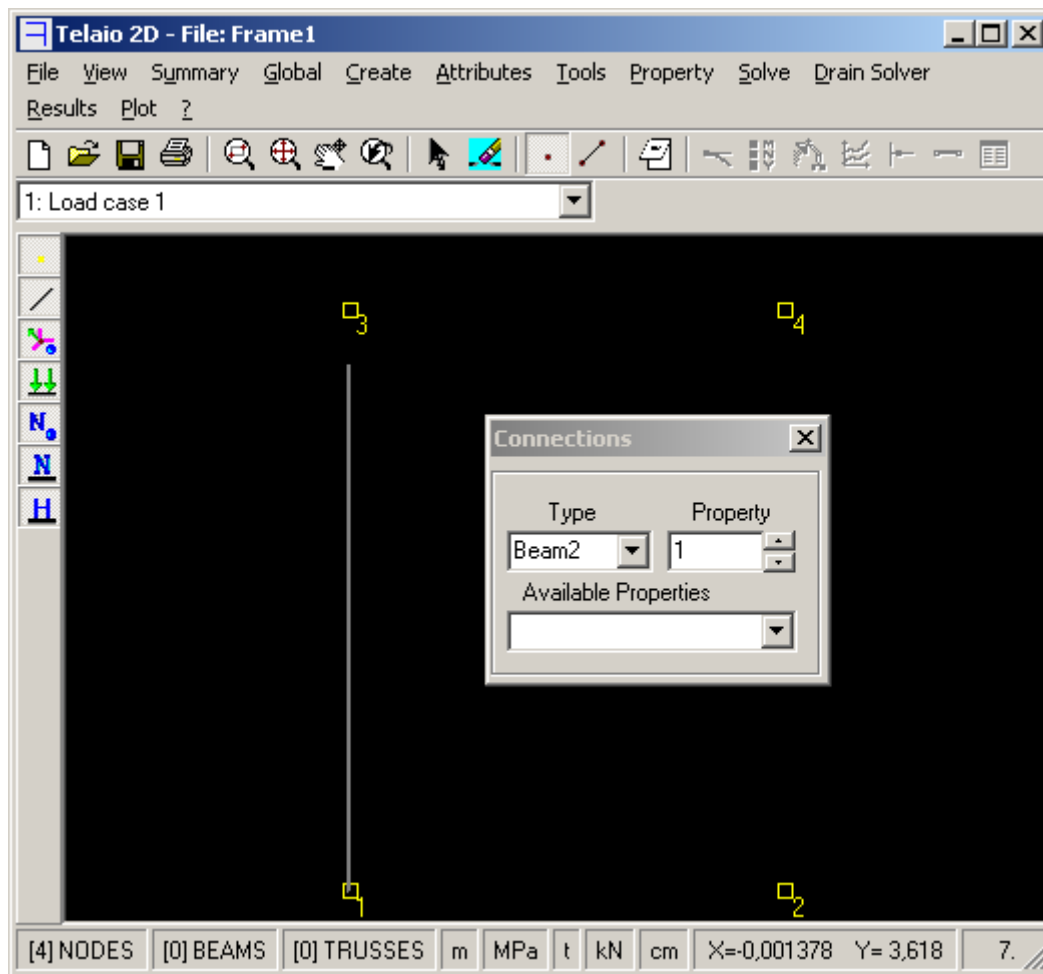

Fig. 3
- cliccare sul nodo 1, trascinare il mouse e cliccare in prossimità del nodo 3 (Fig. 3)